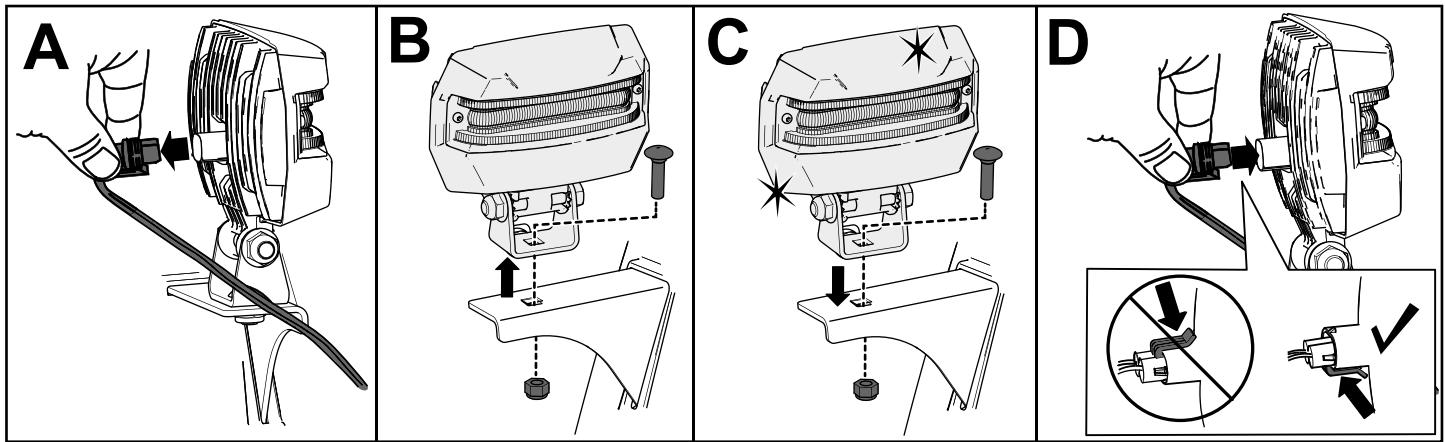

Figura 39
1. Retire el cable del faro de la parte trasera del faro (Figura 39, A).
2. Retire el perno y la tuerca que sujetan el faro al soporte del faro, y luego retire el faro antiguo (Figura 39, B).
3. Sujete el faro nuevo al soporte del faro con el perno y la tuerca que retiró anteriormente (Figura 39, C).
4. Inserte el cable del faro directamente en la parte trasera del faro hasta que quede firmemente sujeto (Figura 39, D).